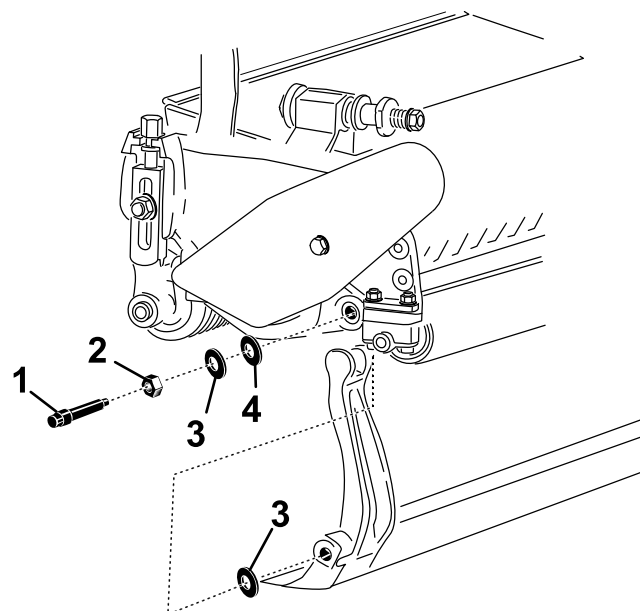

図 22
ベッドバーの両端にそれぞれナイロンワッシャ2枚とスチールワッシャが1枚ずつあるので注意する 図 22。
- サイドプレートのボスの両側にナイロンワッシャを入れる。その外側からスチール製ワッシャを取り付ける (図 22)。